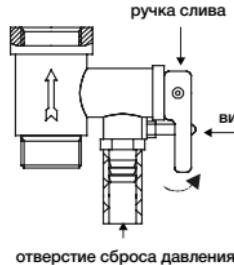

Рис.7
6. Воду можно слить через комбинированный предохранительный клапан (рис.7). Для этого открутите винт ручки слива комбинированного предохранительного клапана и переведите ручку слива в верхнее положение, при этом кран выхода горячей воды должен быть открыт, а кран подачи холодной воды в водонагреватель должен быть перекрыт.